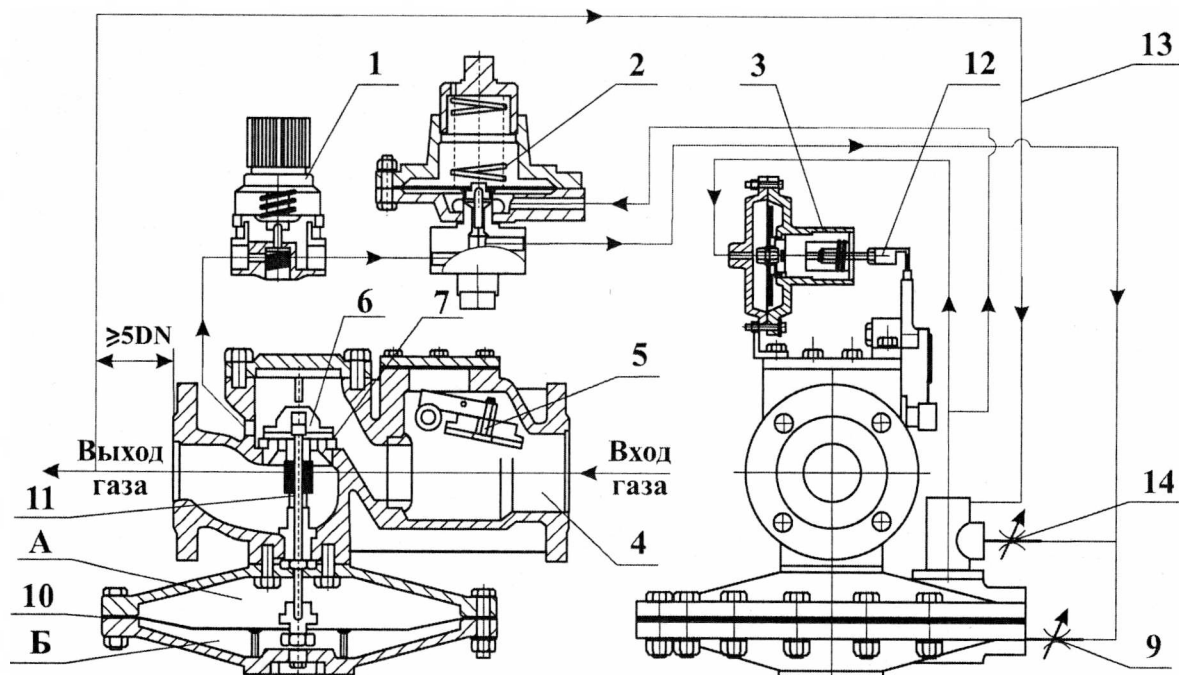

Рисунок 3. Регулятор давления РДГ-50Н (с комплектующими фирмы Камоцци)
4. За отдельную плату возможна поставка регулятора с использованием концевых присоединений и стабилизатора импортного производства фирмы "Камоцци" (см. рис. 3 поз. 1)